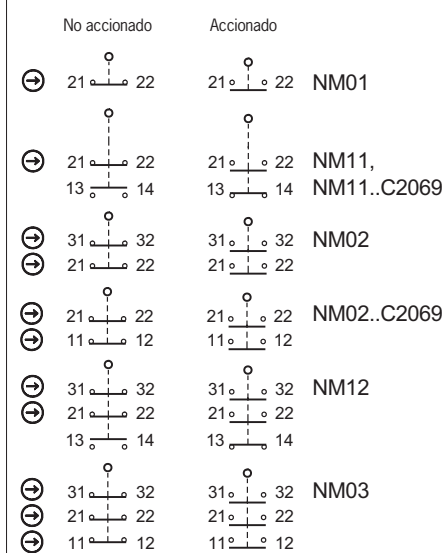

Fig. 7: Elementos interruptores y funciones de conmutación
Debe usarse como mínimo un contacto (☞). Este señala la posición del resguardo (para la asignación de contactos, consulte la Fig. 7).
3. Apriete las conexiones y los bornes con 0,5 Nm (para la asignación de contactos, consulte la Fig. 7).